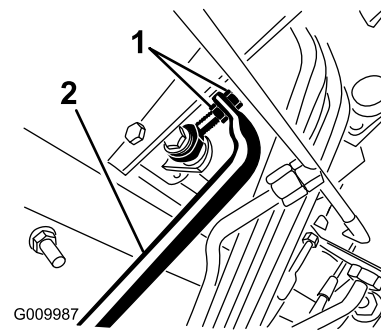

Figura 96
5. Ajuste as porcas de segurança na extremidade da barra da bomba para mover o tubo de controlo da bomba para a frente e eliminar o risco de deslizamentos para a frente, ou para trás para eliminar os deslizamentos para trás (Figura 96).